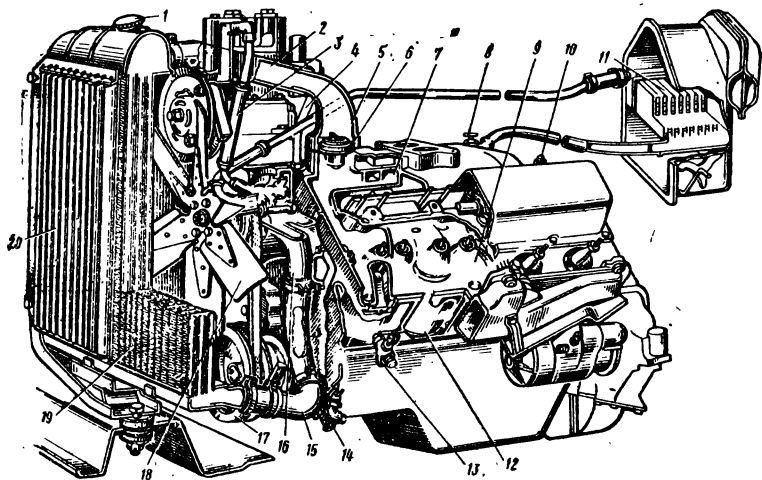

Рис. 4
IX. Какой прибор системы охлаждения ускоряет прогрев двигателя после пуска и автоматически поддерживает наивыгоднейший тепловой режим при движении? Какой цифрой этот прибор обозначен на рис. 4?
IV. Какими цифрами на рис. 4 обозначены радиатор, вентилятор, жалюзи?
V. Какими цифрами на рис. 4 обозначены водяная рубашка, сливной краник блока цилиндров и сливной краник патрубка радиатора?
VI. В каком ответе правильно названы детали системы охлаждения, обозначенные на рис. 4 цифрами 1, 2, 3, 4, 5, 6?
VII. Какими цифрами на рис. 4 обозначены канал, кран включения отопителя, водяная рубашка головки, датчик, радиатор отопителя, водяная рубашка блока?